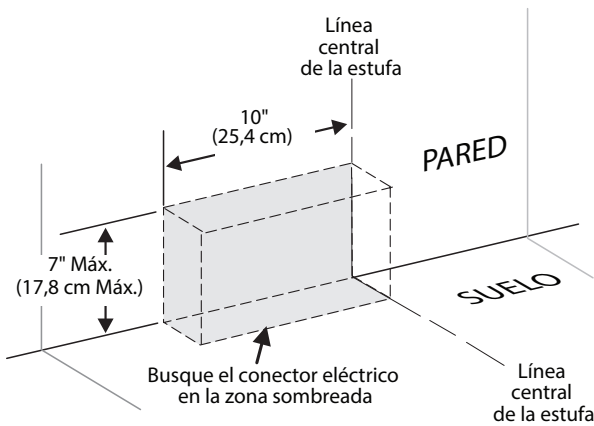
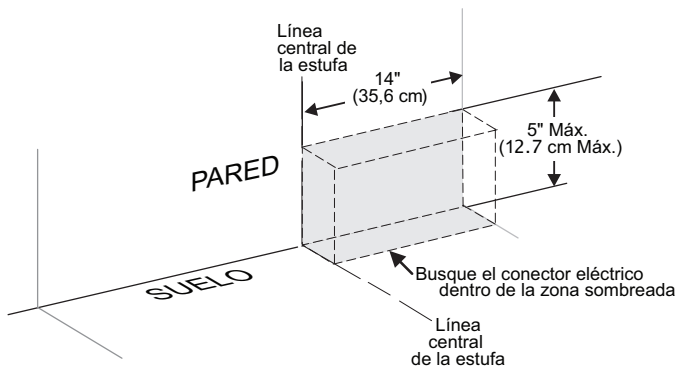
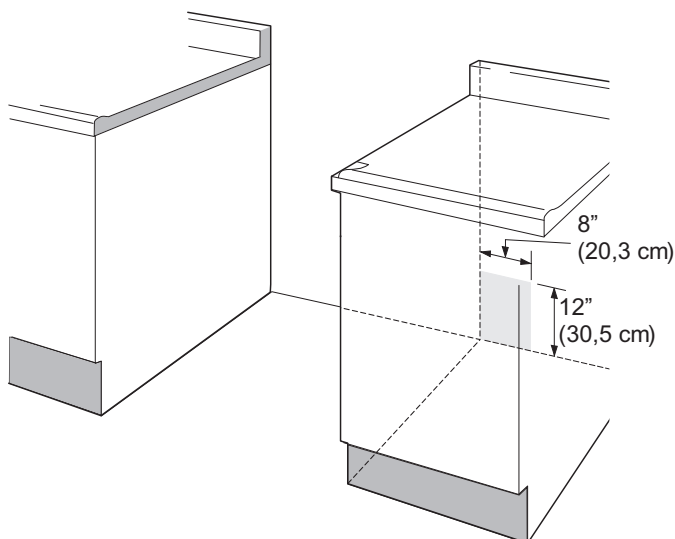

Figura 4: Ubicación de la toma en modelos de 30"
Figura 5: Ubicación de la toma en modelos de 36"
Figura 6: Ubicación de la toma en el armario adyacente
1. Si la estufa va a instalarse con armario a ambos lados, dibuje una línea central en el suelo entre los armarios (Figura 5).
La ubicación sugerida para la tomacorriente se muestra en la Figura 4 para modelos de 30" y en la Figura 5 para modelos de 36". La toma también puede estar en la esquina inferior izquierda del armario adyacente a la derecha, según se muestra en la Figura 6